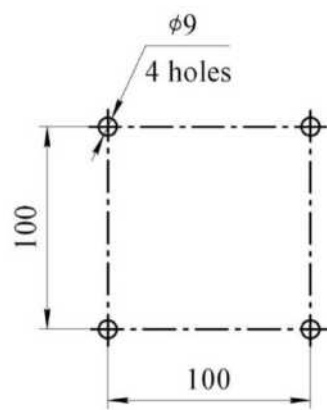
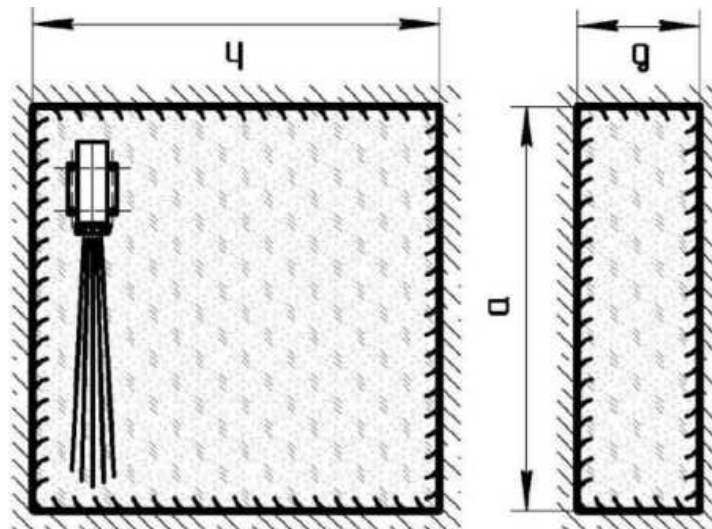

Bild 3
Bild 4
6.2 Die Aufhängung 8 kann unter der Decke (Bild 1) oder die Aufhängung 9 (Bild 2) kann an der Wand angebracht werden. Bitte markieren Sie die Stellen für die Befestigung der Aufhängung wie auf dem (Bild 3) und an der Wand gem. (Bild 4) dargestellt.
6.6 Die Konfiguration der Pulverausbreitung und die Darstellung der Löschflächen bei der ist auf Bild 4 und in der Tabelle 2 dargestellt.